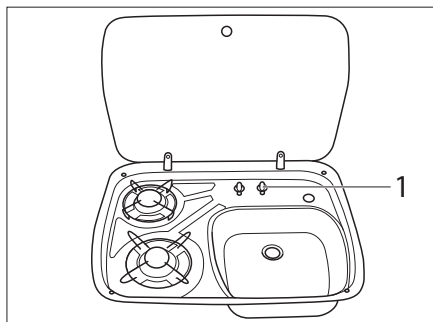

Bild 66 Bedienelemente für Gaskocher
- Drehregler (Bild 66, 1) der gewünschten Brennstelle auf Zündposition (große Flamme) drehen.
- Drehregler (Bild 66, 1) auf 0-Stellung drehen. Die Flamme erlischt.